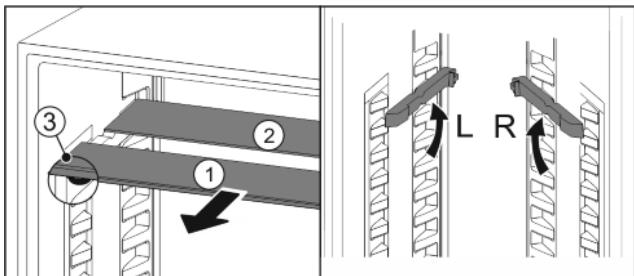

Fig. 19
- Издърпайте Fig. 19 (1) поотделно стъклените площи напред.
- Стъклената плоча Fig. 19 (1) с ограничителя на изтеглянето е отпред.
- Ограничителите сочат надолу Fig. 19 (3).